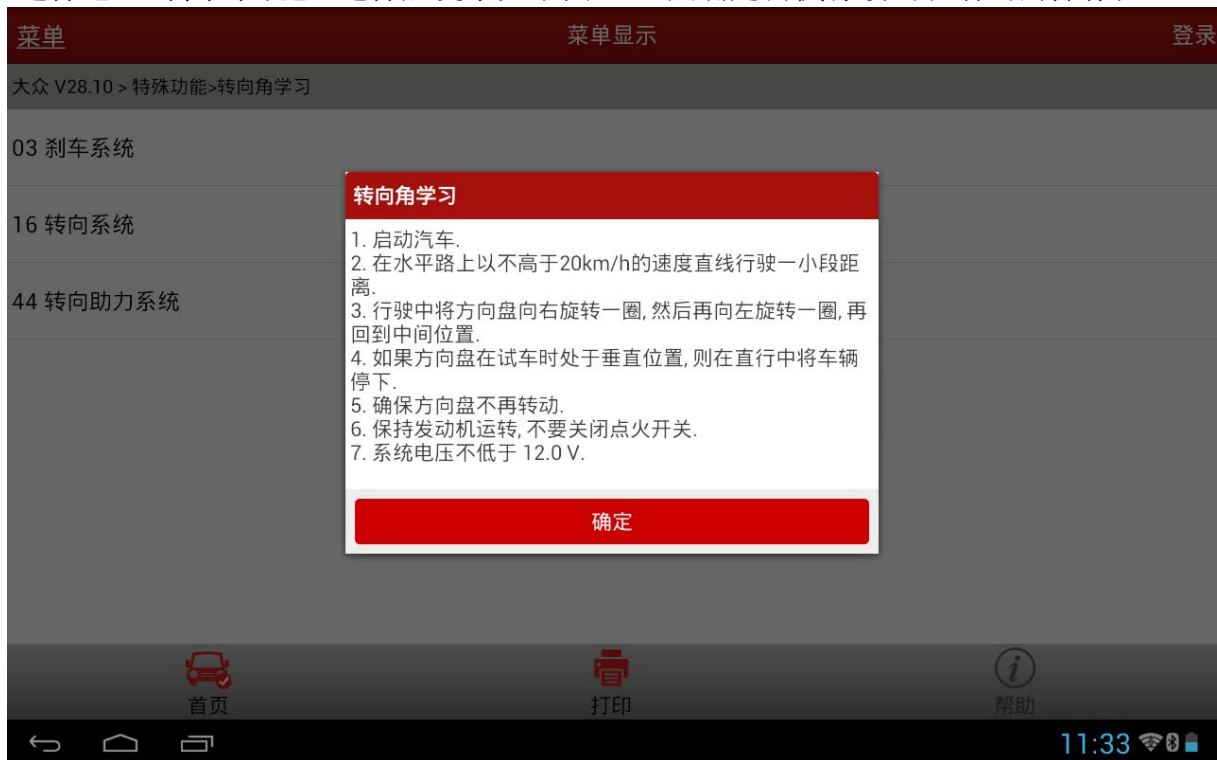

图 10
- 2). 选择【03 刹车系统】，选择后提示如下图 10，点确定会执行读码和清码的操作；